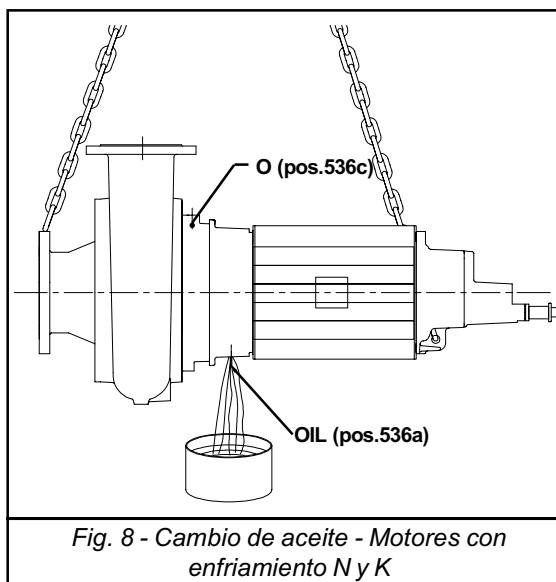

Fig. 8 - Cambio de aceite - Motores con enfriamiento N y K
tapón marcado con "O"(pos. 536c) de la pieza intermedia, ver fig. 8, cuando ambas cámaras estén completamente vacías coloque el tapón inferior "OIL" de la cámara de aceite y proceda al llenado de la cámara de aceite por "O" con un embudo cuya boquilla debe ser de menor diámetro que el agujero, para que permita la salida del aire al momento del llenado, el nivel de aceite debe llegar a una altura ligeramente por debajo de este tapón, terminado el llenado de la cámara de aceite coloque el tapón "O", y monte la bomba sobre su base.